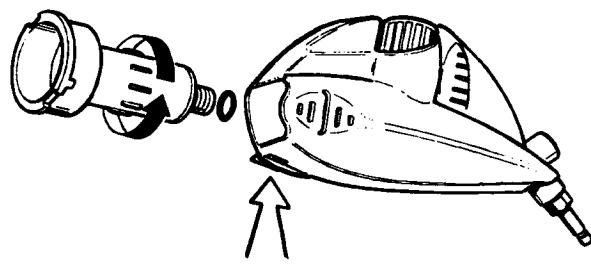

Fig. 3
1. Pressione a patilha de libertação (indicada pela seta na Fig. 3) para desprender o filtro.